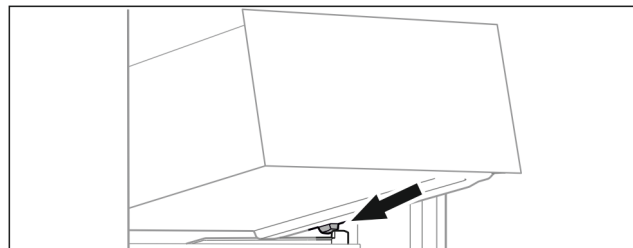

Fig. 121
- ▶ Predal postavite v poševnem položaju za zaustavjalniki na nastavek za posodo. (glejte Fig. 121)